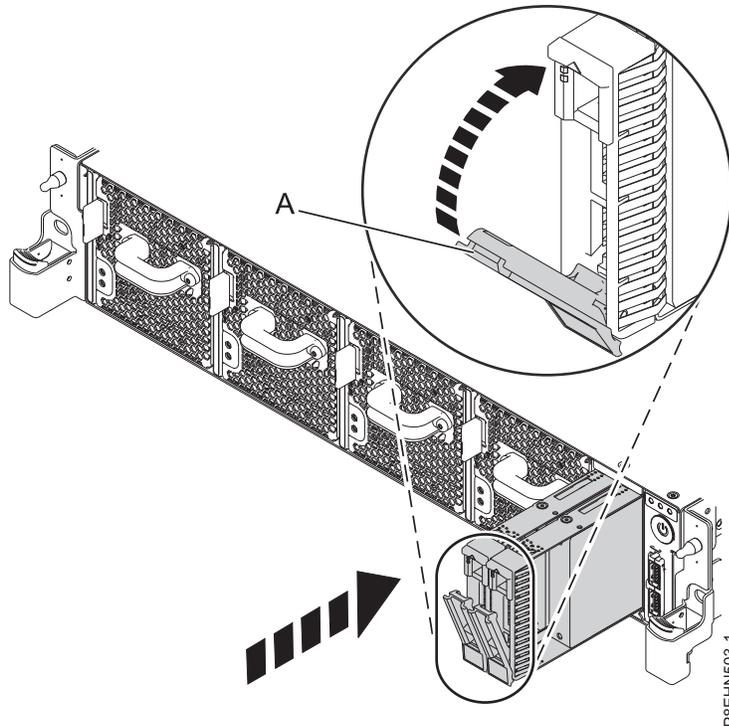

Figure 2. Verrouillage de la poignée de la baie d'unité
7. Verrouillez la poignée de baie d'unité (A) en appuyant sur le loquet de la poignée. Pour plus d'informations, voir figure 2, à la page 9.